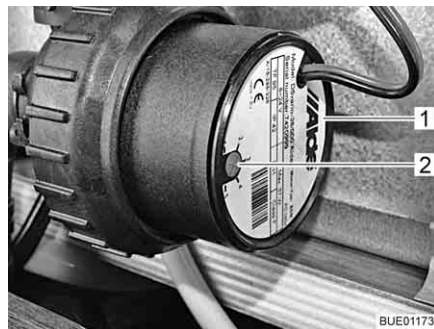

Fig. 196 Reducción de la velocidad
La velocidad de la bomba de circulación se puede ajustar con el regulador giratorio (Fig. 196,2). Con una velocidad reducida disminuyen los ruidos de rodadura de la bomba.
El regulador giratorio se encuentra en la bomba de circulación (Fig. 196,1).
- Girar el regulador giratorio (Fig. 196,2) en sentido contrario a las agujas del reloj. Se reduce la potencia.